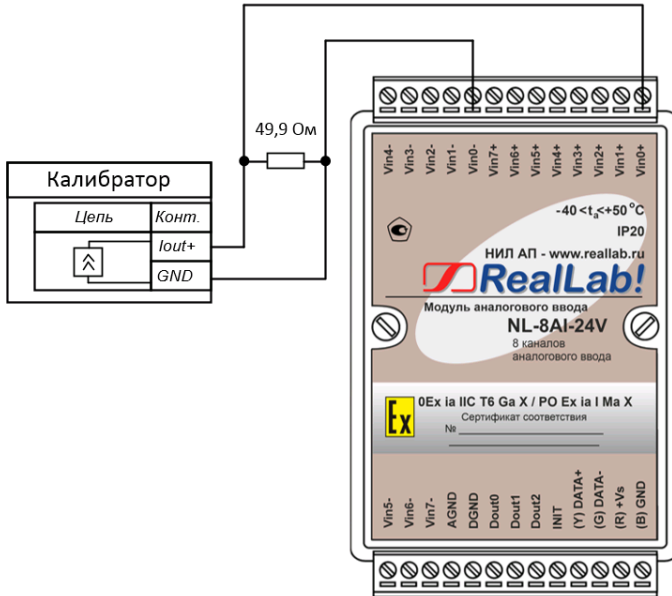

Рис. 5.3. Соединение приборов для юстировки токового диапазона в дифференциальном режиме модуля NL-8AI-24V
- подключить параллельно входу преобразователя резистор (для дифференциального режима - в соответствии с рис. 5.3) сопротивлением 49.9 Ом с ТКС не хуже  $\pm 25 \cdot 10^{-6} 1/^\circ C$ , например, C2-29В, группы "Д", или модуль NL-8CS-49,9, содержащий в своем составе 8 таких резисторов, и калибратор;